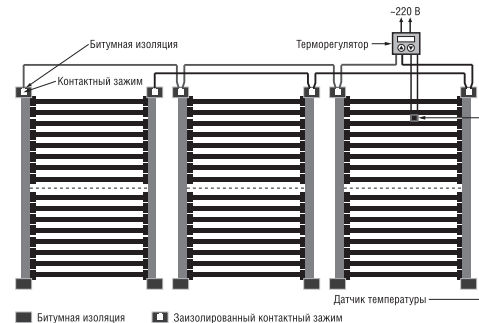

Рис. 10. Общая схема подключения термопленки CALEO LINE/CALEO ULTRA LINE
- 13.1 Подключение термопленки к сети производится согласно схеме подключения на рис. 10.